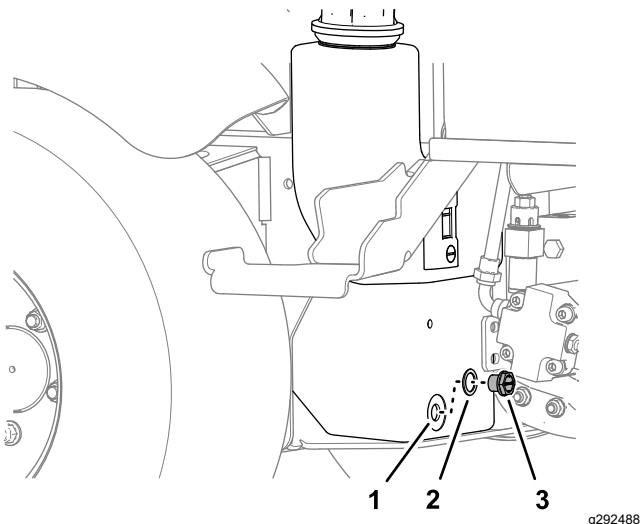

Figura 70
- Coloque un recipiente debajo del depósito hidráulico, retire el tapón de vaciado del depósito y drene por completo el fluido hidráulico (Figura 70).